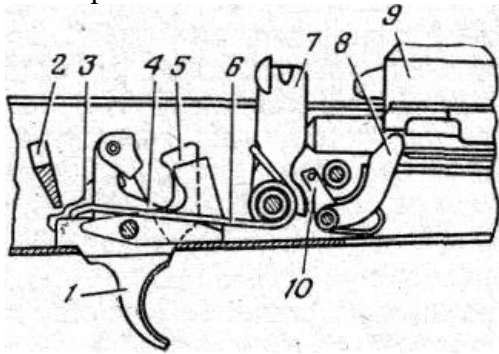

Рис. 8. Положение частей ударно-спускового механизма до заряжания при включенном предохранителе и спущенном курке:
6) **Отделить возвратный механизм.** Удерживая автомат (пулемет) левой рукой за шейку приклада, правой подать вперед направляющий стержень возвратного механизма до выхода его пятки из продольного паза ствольной коробки; приподнять задний конец направляющего стержня (рис. 8) и извлечь возвратный механизм из канала затворной рамы.